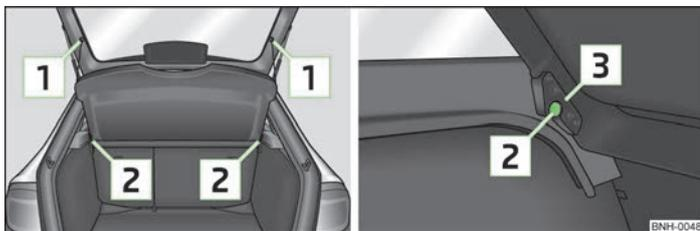

Fig. 41 Desmontar la cubierta del maletero
- Desenganchar las cintas de sujeción » fig. 41.
- Colocar los alojamientos en la cubierta » fig. 41 sobre los soportes en el revestimiento lateral.
- Los alojamientos de la cubierta » fig. 41 deben estar encastrados en los soportes del revestimiento lateral .